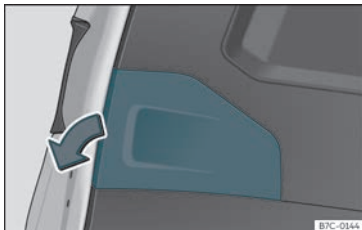

Fig. 50 Porta posterior oberta: retirar la tapa.
- Traieu la tapa de la porta posterior en la direcció de la fletxa »» **fig. 50**.